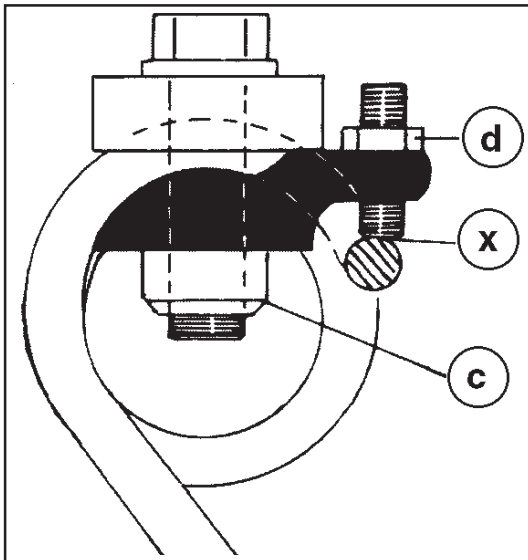

Fig. 4-1
- unscrew hexagonal nut (c) and locknut (d) (fig. 4-1)